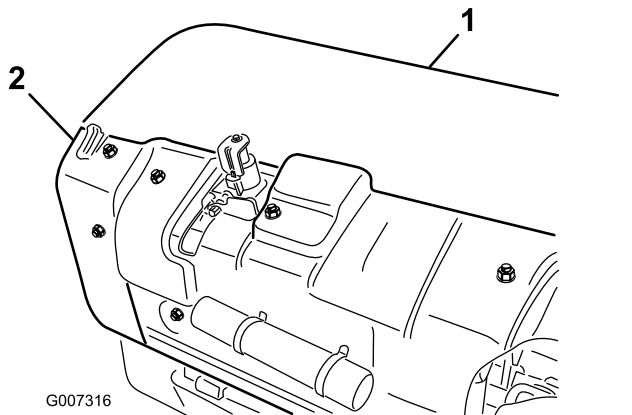

Figura 34
A. Retire la cubierta trasera del cabezal de perforación (Figura 34).
B. Retire los pernos de montaje del protector de la polea, y retire el protector (Figura 34).